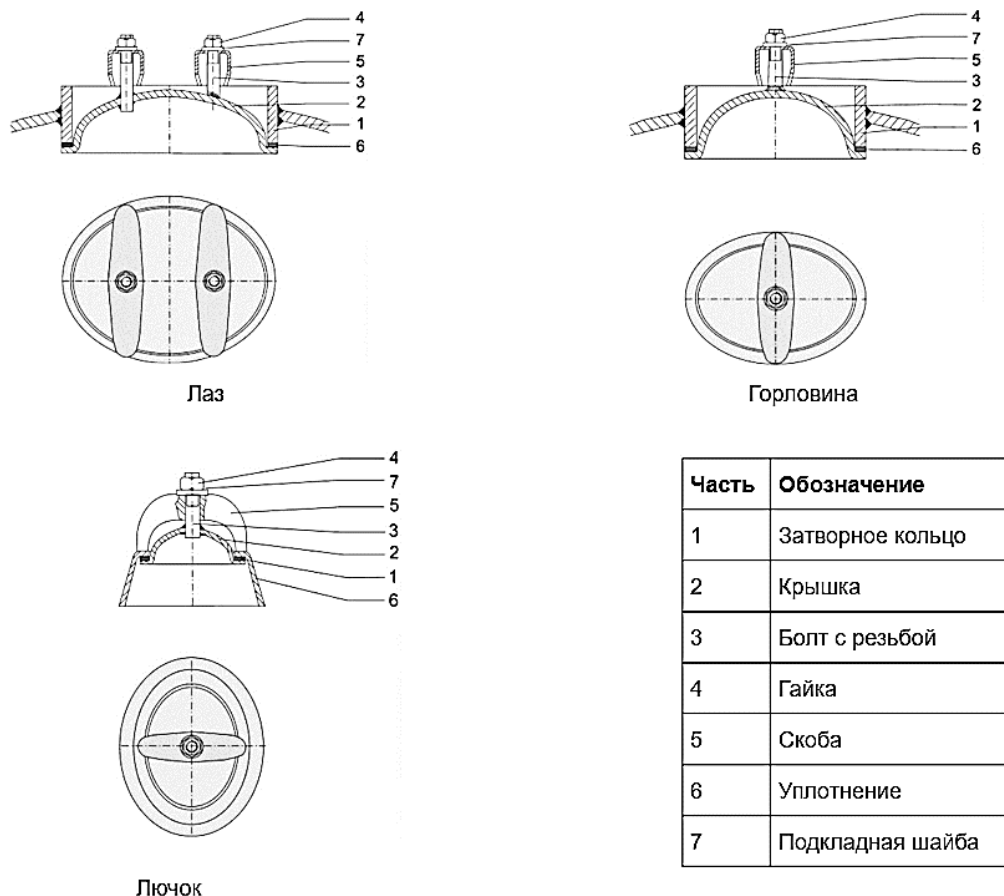

Рисунок 1: Виды ревизионных люков
Типичными размерами затворных колец являются, например (смотри рисунок 1):
- На чистой подкладке так соединить на скос место начала на участке приблизительно 20 мм, чтобы конец ленты вытягивался плавно (см. изоб. 4, рис. 1);